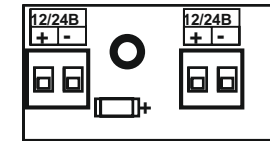

Рисунок 2
8.9 Перевірити працездатність показчика шляхом подачі напруги живлення 12В (24В) постійного струму відповідно до позначень на платі (рисунок 2 додатку).
- 2.2 Показчики випускаються з 2-ма клемними колодками, які розміщені на платі (рисунок 2 додатка). Колодки з'єднані паралельно для зручності підключення показчиків до однієї лінії.